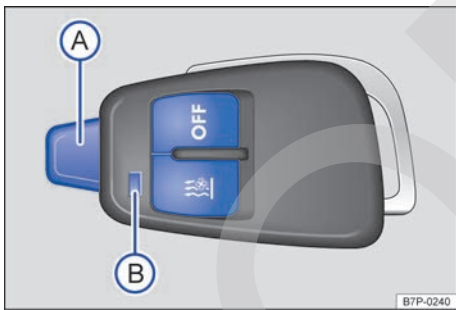

Fig. 135 Calefacción independiente: mando a distancia por radiofrecuencia.
- **Conectar:** pulse la tecla **☺** → **fig. 135**. La calefacción independiente está conectada cuando el testigo de control se enciende algunos segundos en verde y parpadea a continuación durante 30 segundos.